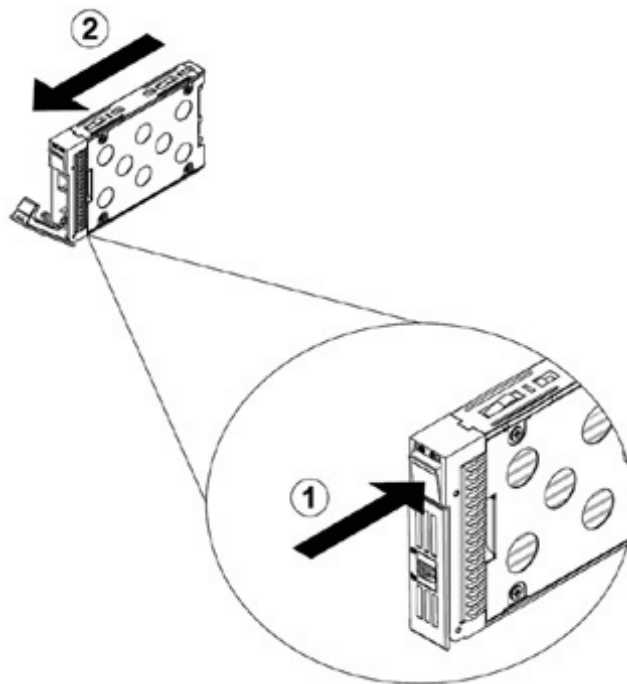

Figure 2.10 Removing the HDD Trays/ 移除可移动托架 / 移除可移動托架
1. Press the key latch on the top of the HDD tray, then pull out the HDD tray from the HDD bay (See Figure 2.10).
1. 按下硬盘抽取托盘上方的固定按键后将硬盘抽取托盘拉出（如图 2.10 所示）。